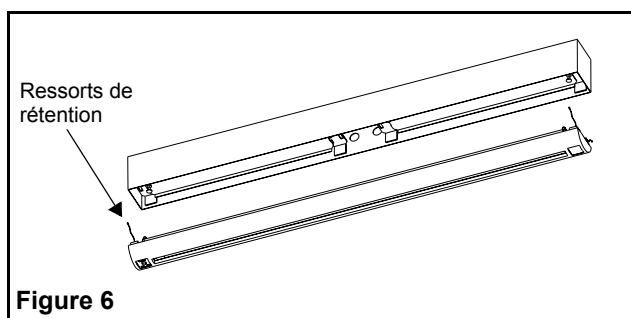

Figure 6
2. Comprimer les ressorts de rétention et mettre en place la plaque de finition dans le boîtier du luminaire (voir fig. 6). Enfoncer la plaque de finition dans le boîtier du luminaire.